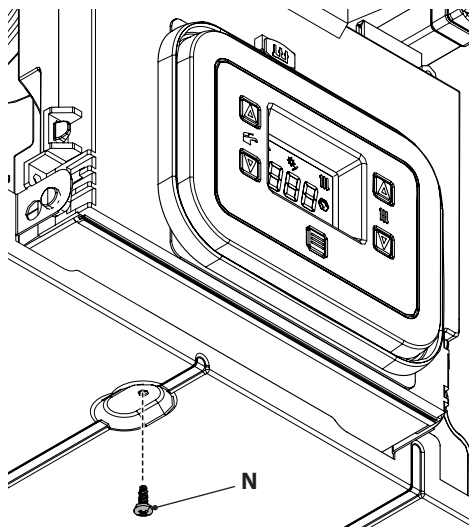

Рисунок 5.19
- Открутите винт **N** (Рисунок 5.19).